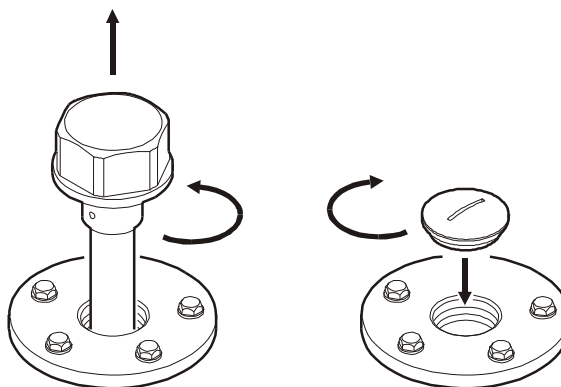

Рис. 10.2 Полный демонтаж датчика уровня топлива
- Выполнить полный демонтаж датчика (см. рис. 10.2).
- Закрыть отверстие фланца латунной заглушкой М 25х1.5 (см. в Таблице 3), как показано на рис. 10.2.